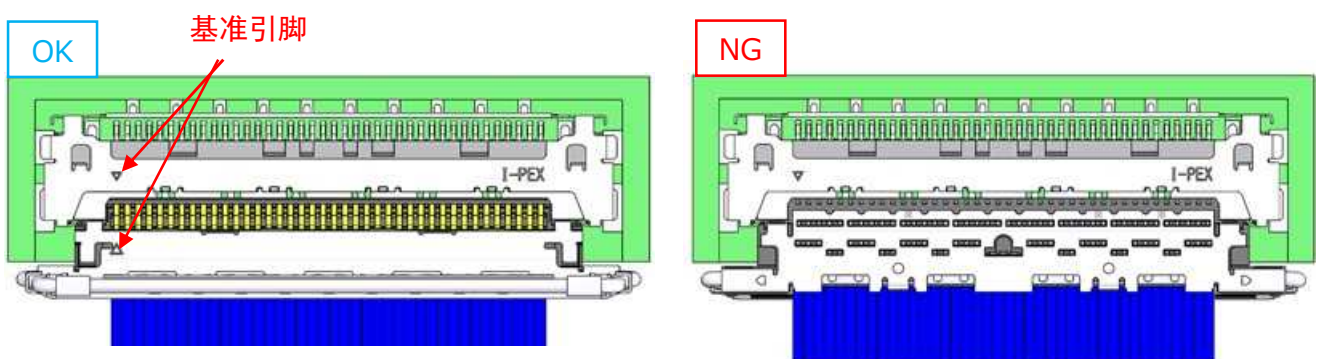

图 3
- ② 如图 3，插座连接器的基准 Pin 刻印与插头连接器基准 Pin 刻印相对进行插入。